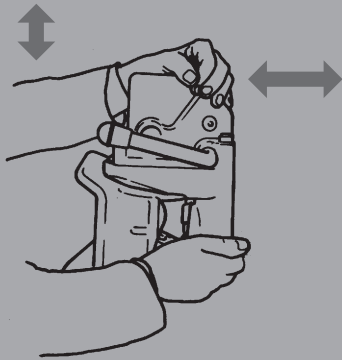

Abb. 6
- Kupplungskopf (nicht Fangmaul) in abgekoppeltem Zustand in Fahrtrichtung kräftig bewegen (s. Abb. 6): Es darf **kein Längsspiel** feststellbar sein.
- Kupplungskopf mit entsprechendem Werkzeug auf- und abwärts bewegen (s. Abb. 6): Das **Höhenspiel** darf max. 3 mm, am Kupplungskopf (Mittelachse Kupplungsbolzen) gemessen, betragen.